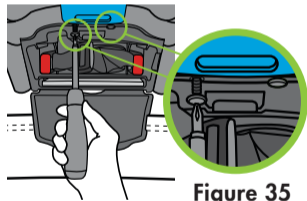

**Figure 34**
Ouvrez la porte du bac DUA en appuyant et en maintenant le haut de la languette de verrouillage (1), puis en tournant la porte du bac DUA vers le bas (2), comme indiqué dans la **Figure 34**.